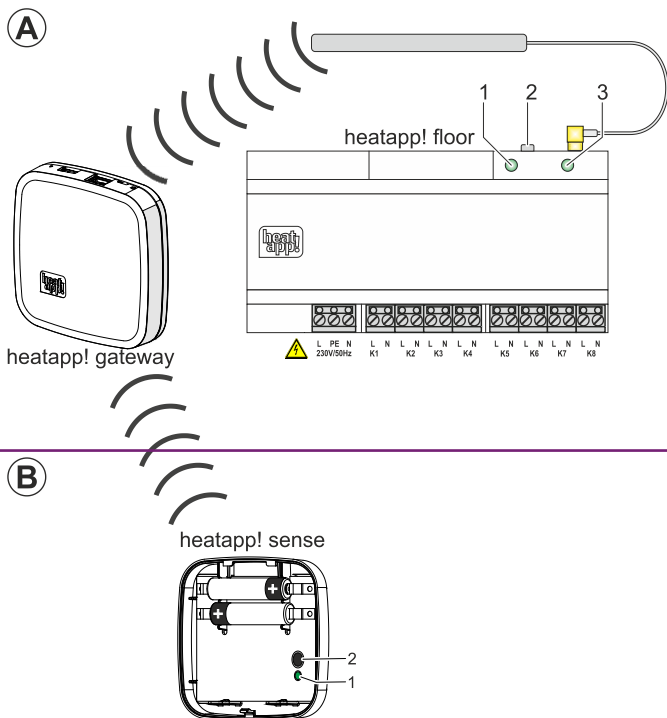

Abb.8: heatapp! floor / heatapp! sense anmelden (inkludieren)
1. Wählen Sie im Menü des **heatapp! gateways** unter "*Funkkomponenten*" den Menüpunkt „An- / Abmelden“ und dann „Anmelden“. Sie werden aufgefordert, die Lerntaste (Abb.8, Pos 2) zu drücken.
2. Drücken Sie die Lerntaste (Abb.8, Pos 2) für 2 Sekunden (siehe auch Kapitel 3.4.1.2 "Funktionen der Lerntaste", Zeile "b").